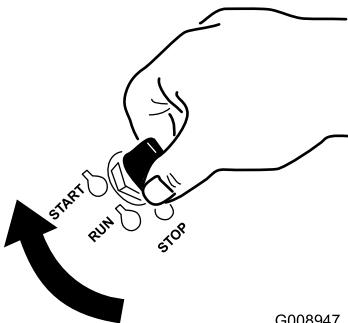

Bild 23
- Drehen Sie den Zündschlüssel auf die START-Stellung (**Bild 23**).